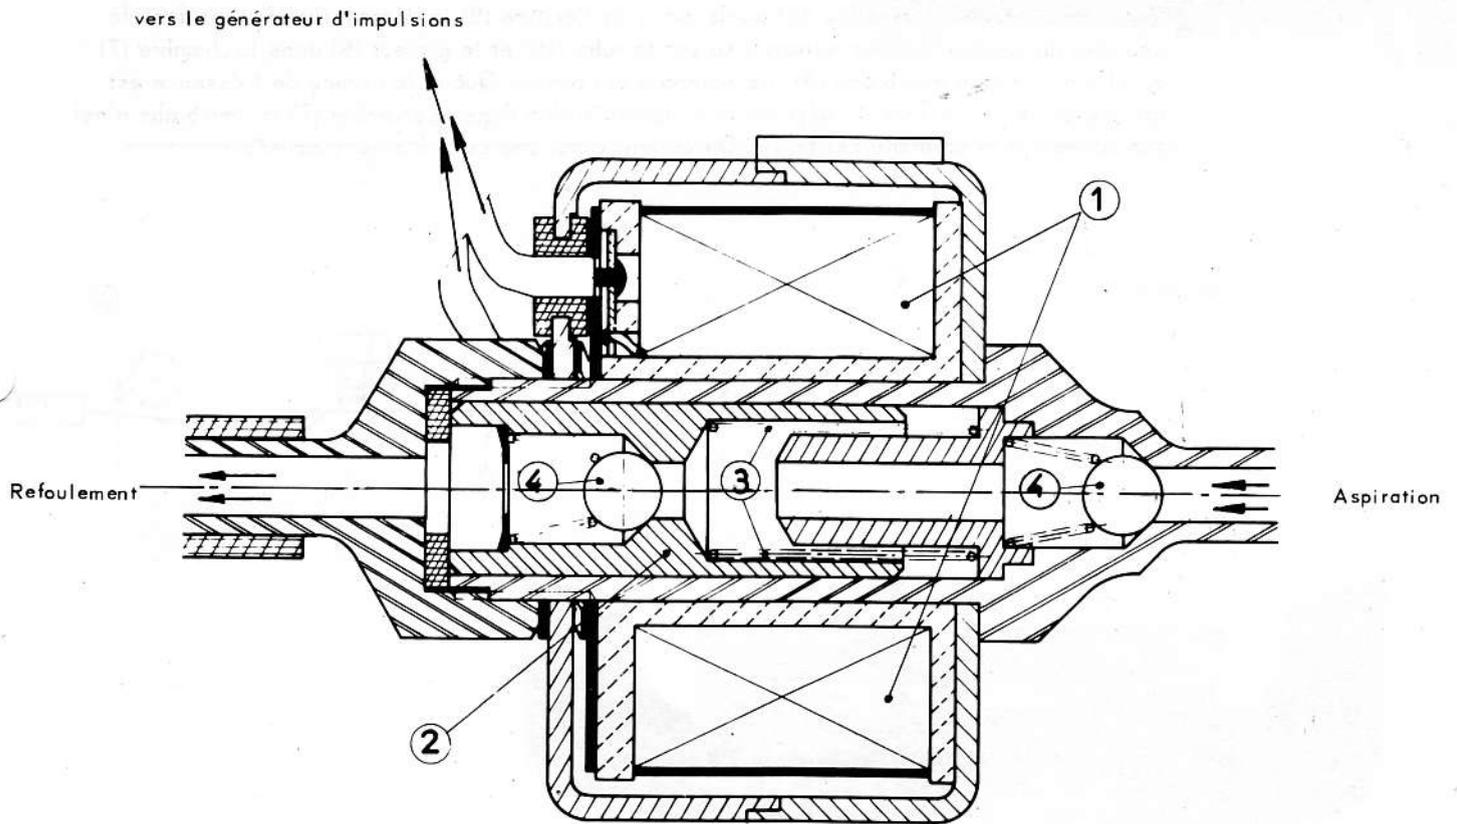

Fig. 11 : POMPE A ESSENCE
- Pompe à essence (Figure 11).